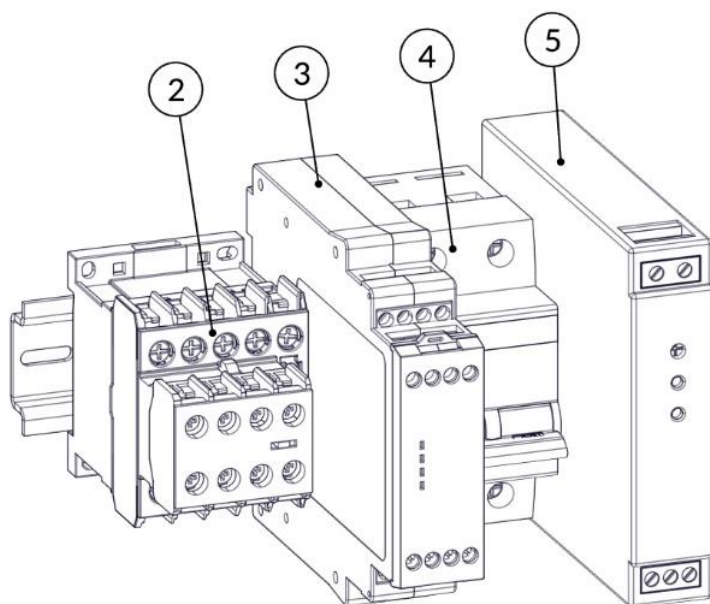
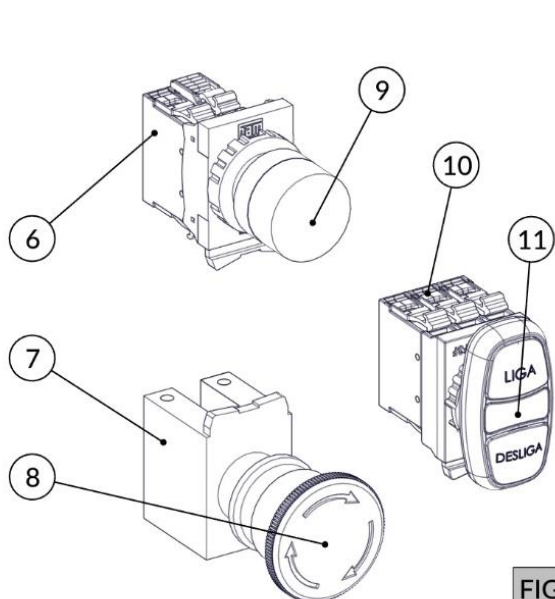

FIG. 12
FIG. 13
c) Inspeccione todo o conjunto de comando (contatores (FIG. 11 e FIG. 12), fonte 24 V (FIG. 12), chaves de acionamentos (FIG. 13) e chicote elétrico) e verifique se há contaminação desses componentes por agentes externos agressivos ao sistema, como sabão, água, insetos, etc. Verifique também a integridade dos cabos elétricos e seus terminais. Caso haja contaminação, deve-se proceder com a troca do componente danificado.